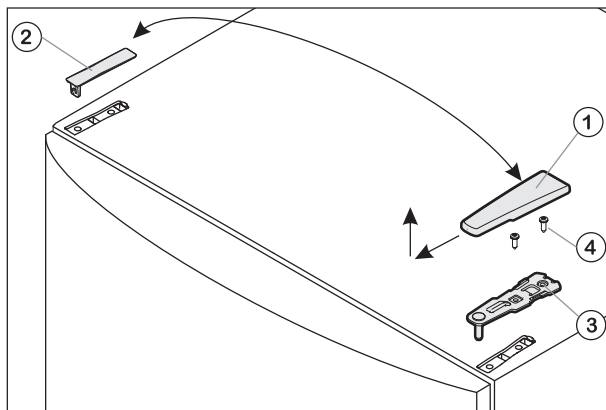
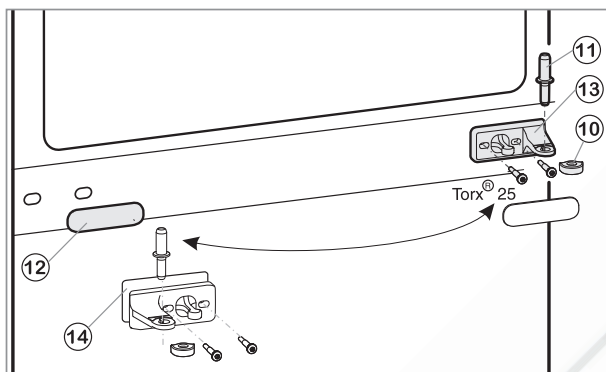

Рис. 1
Рис. 2
- Потяните крышку Рис. 1(1) вперед и вверх.
- Поднимите крышку Рис. 1(2).
- Отвинтите верхнюю дверную петлю (Рис. 1(3)) (при помощи Torx © 25) и снимите ее (Рис. 1(4)).
- Вытащите средний штифт Рис. 2(11) из дверной петли и опустите дверь.
- Снимите пластиковую крышку Рис. 2(10).
- Отвинтите верхнюю дверную петлю Рис. 2(13) (при помощи Torx © 25) и снимите ее (Рис. 1(4)).
- Осторожно снимите прикрывающую панель Рис. 2(12).
- Поверните среднюю дверную петлю Рис. 2(13) вместе с шайбой Рис. 2(14) на 180° и прочно (с крутящим моментом 4 Нм) привинтите ее на новой стороне петли.
- Поверните покрывающую панель Рис. 2(12) на 180° и снова защелкните ее на месте со стороны нового расположения ручки.
- Установите пластиковую крышку Рис. 2(10) на среднюю дверную петлю Рис. 2(13).
- Через среднюю дверную петлю Рис. 2(13) вставьте средний опорный штифт Рис. 2(11) в нижнюю дверь на новой стороне петли.
- Установите верхнюю дверь на средний опорный штифт Рис. 2(11).
- Вставьте верхнюю дверную петлю Рис. 1(3) в дверь с новой стороны расположения петли.
- Надежно (с крутящим моментом 4 Нм) привинтите верхнюю дверную петлю (при помощи двух Torx © 25) на месте установки Рис. 1(4). Возможно, придется предварительно проделать отверстия при помощи шила или воспользоваться аккумуляторным шуруповертом.
- С внешней стороны приложите крышку Рис. 1(1) и крышку Рис. 1(2) к местам их установки на противоположной стороне и защелкните их на месте.
- При необходимости выровняйте положение дверей относительно корпуса устройства при помощи овальных отверстий в нижней и средней дверных петлях Рис. 2(13). Для выполнения этой операции отвинтите средний винт в нижней дверной петле.